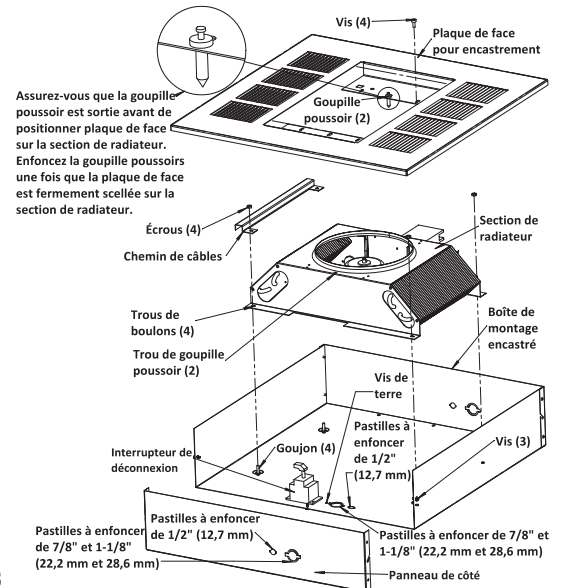

Figure 3
1. Enlevez le boîtier de montage encastré (Figure 3) du carton contenant l'enceinte de montage encastré, de type REA.
2. Enfoncez l'une des pastilles et installez-y un serre-câble ou serre-conduit (Figure 3).
3. Retirez l'une des ouvertures amovibles à proximité de la vis de terre et installez un connecteur de câble ou de conduit (Figure 3)
4. Installez l'interrupteur de coupure optionnel (si nécessaire) comme c'est montré en Figure 3.
8. Positionnez la section de radiateur par-dessus les goujons du boîtier de montage encastré (Figure 3).
- Poussez la section chauffante sur les goujons et serrez fermement les deux écrous (fournis) sur les goujons pour fixer la moitié de la section chauffante opposée aux fils gainés au boîtier de montage encastré. Poussez la conduite sur les goujons en vous assurant que les fils gainés sont dans la conduite, puis serrez fermement les deux écrous (fournis) sur les goujons pour fixer la conduite et l'autre moitié de l'appareil de chauffage au boîtier de montage encastré (Figure 3).
- Enlevez la plaque de montage encastré (Figure 3) du carton contenant l'enceinte de montage encastré, de type REA.
**REMARQUE :** Assurez-vous que la goupille poussoir dans chaque extrémité de la grille de soufflage est tirée en position sortie pour permettre aux corps de goupille de bien entrer dans les trous de la section de radiateur (Figure 3).
- Installez et serrez bien quatre vis (fournies) pour retenir la plaque de face pour encastrement avec la section de radiateur (Figure 3).